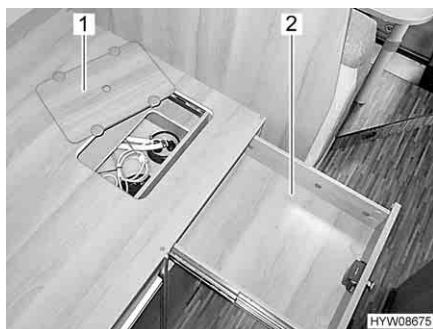

Fig. 76 Ubicazione del serbatoio dell'acqua
- Aprire il cassetto (Fig. 76,2) nel cassone letto in alto a destra accanto al frigorifero.
- Rimuovere la copertura (Fig. 76,1) in alto sul cassone letto.